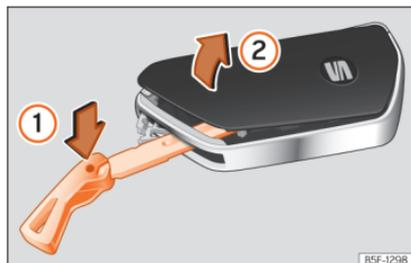

Fig. 85 Chave do veículo: abrir a tampa do compartimento da pilha.
- Introduza o palhetão na ranhura »» Fig. 85, pressione no sentido da seta ① e solte a tampa fazendo alavanca ②.